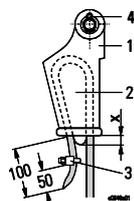

Fig. 47
- Poner el extremo del cable dentro del punto de sujeción según el modo de introducción, véase Fig. 47 - Fig. 65 y Tab. 21 - Tab. 30.
- Poner el cable alrededor de la chaveta (2) e introducirlo en la escotadura prevista para el cable (1) hasta que su extremo suelto quede colgando 100 mm aprox.
- Asegurar el extremo del cable suelto con una pinza (3), a unos 50 mm de distancia. Par de apriete [Nm], véase Tab. 21.